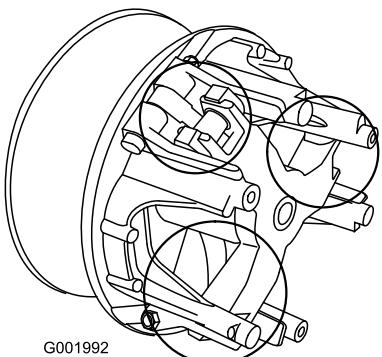

Figura 57
5. Lubrique las piezas en movimiento en las zonas indicadas en Figura 57 usando Spray Lubricante Seco Toro, disponible a través de su Distribuidor o Concesionario Autorizado Toro.